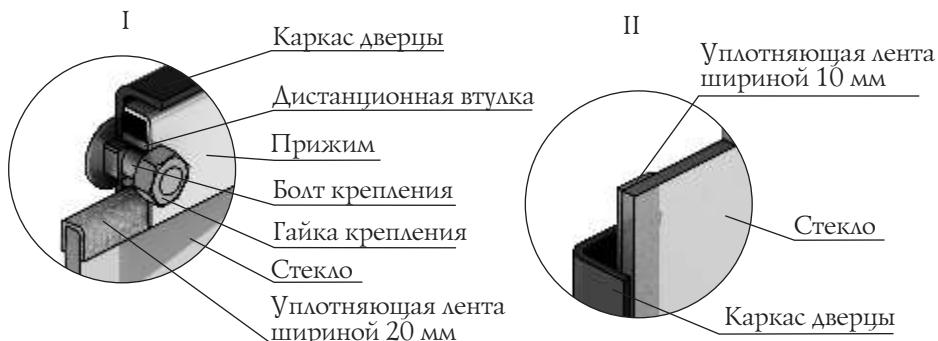

Рисунок 15. Крепление светорозрачного экрана дверцы модели «Витра»
1. Открутите две гайки, фиксирующие прижим (рисунок 15.Г) и демонтируйте его и дистанционные втулки.
3. Возьмите новое стекло, если на нем нет уплотняющих лент, наклейте их: лента шириной 20 мм наклеивается сверху и снизу стекла «П»-образно (рисунок 15.Г), лента шириной 10 мм наклеивается вертикально, вдоль боковых сторон стекла (рисунок 15.И).
4. Вставьте стекло в упор, при этом лента наклеенная с боковых сторон (вертикальная) должна быть зажата между стеклом и каркасом дверцы (рисунок 15.ИI).